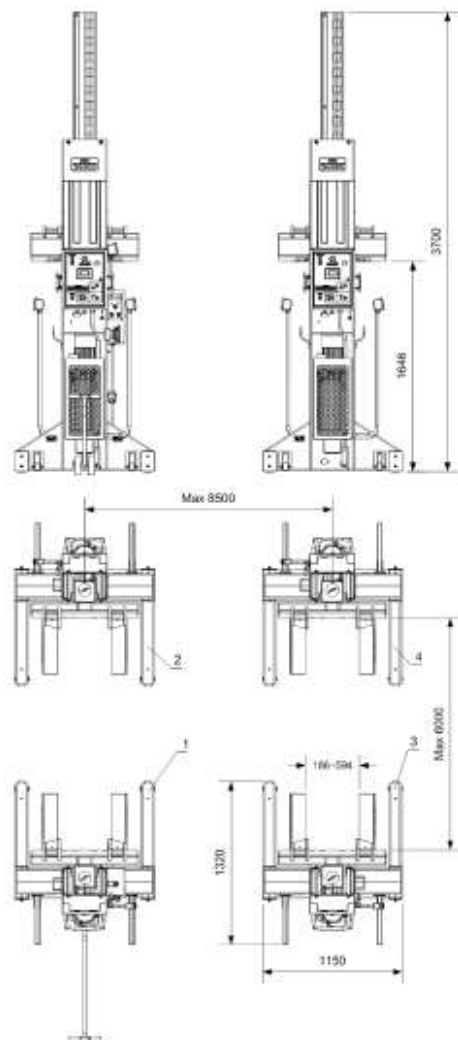

Рисунок 1. Общий вид подъемника ППП-24000/4
4.1 Подъемник состоит из: модель ППП-24000/4 (рисунок 1) – четырех стоек – главной №1 и второстепенных №№ 2, 3, 4; модель ППП-36000/6 (рисунок 2) – шести стоек – главной №1 и второстепенных №№ 2, 3, 4, 5, 6. Подъемник модели ППП-24000/4 возможно переоборудовать в подъемник модели ППП-36000/6 при дополнительном приобретении стоек (от модели ППП-36000/6) №5 и №6